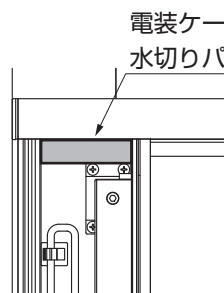
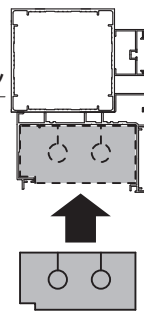

図4-14 正面図
図4-15 上面図
- ② 水切りパッキンを電装ケース上部にはめ込んでください。(図4-14、図4-15参照)
- 電装ケース上部へはめ込んだ水切りパッキンと上レールの間にすき間がないように指でしっかりと押し込んでください。(図4-14、図4-15参照)